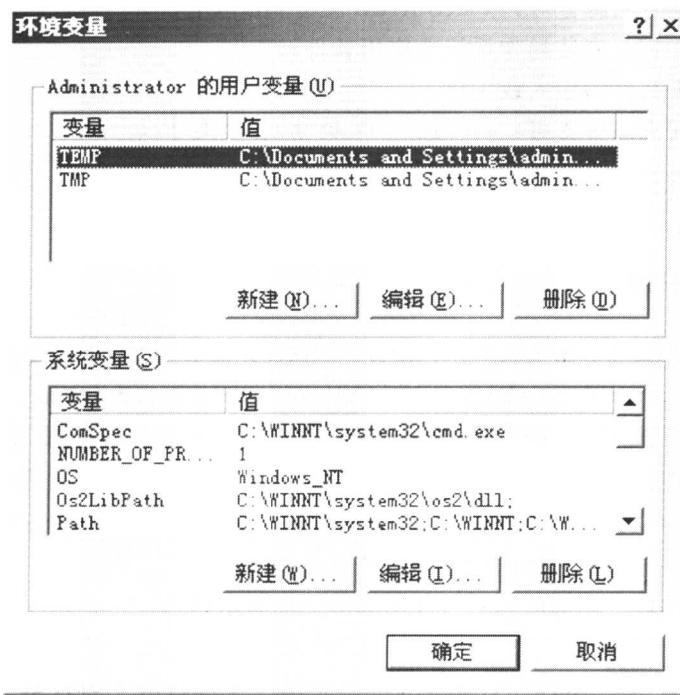

图 1-2 “环境变量”对话框
- ☆ 单击“系统特性”对话框中的 **环境变量(E)...**，打开如图 1-2 所示“环境变量”对话框；
- ☆ 单击“环境变量”对话框（图 1-2）中的 **确定** 按钮，返回“系统特性”对话框；